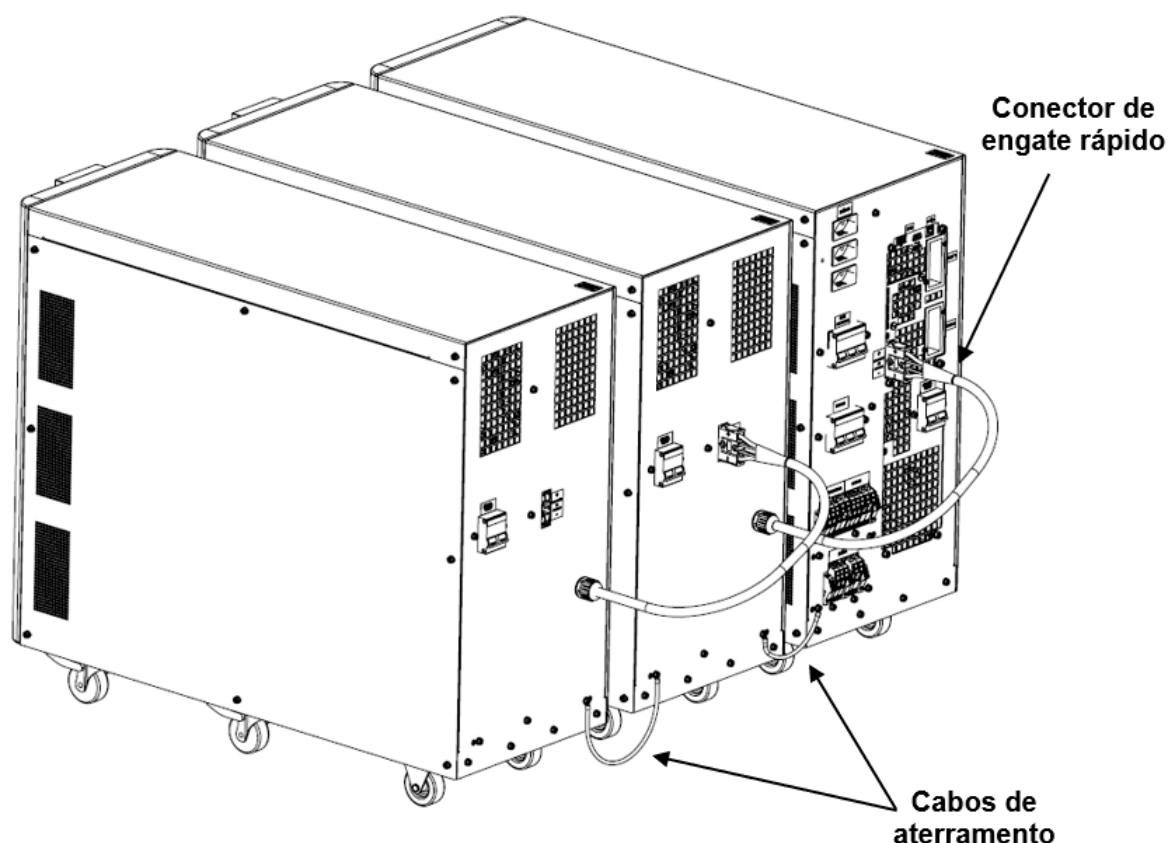

Figura 5.9: Conexão entre bancos externos de baterias e o Nobreak
O banco de baterias possui cabo embutido com conector de engate rápido para a conexão dos cabos positivo e negativo das baterias, bem como os cabos de sinal. Para realizar a conexão do banco externo de baterias ao Nobreak basta realizar o encaixe dos conectores, conforme sugerido na Figura 5.9.
No exemplo da Figura 5.9 ilustra-se a conexão de dois bancos de baterias externos, conectados em cascata. Além do cabo com conector de engate rápido, é necessário fixar também os cabos de aterramento, fornecidos juntamente com o banco de baterias.
- Utilizar o cabo de aterramento fornecido juntamente com o banco de baterias para interconectar os pontos de aterramento dos gabinetes, de acordo como sugerido na Figura 5.9;